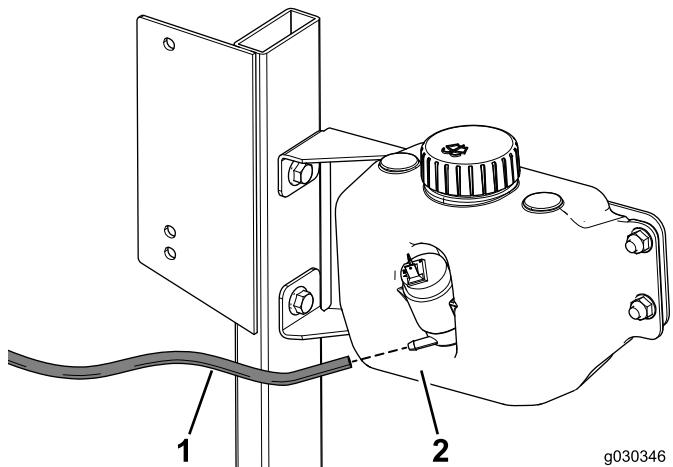

Figura 41
1. Ligue uma extremidade do tubo da lavagem ao depósito de lavagem (Figura 41).